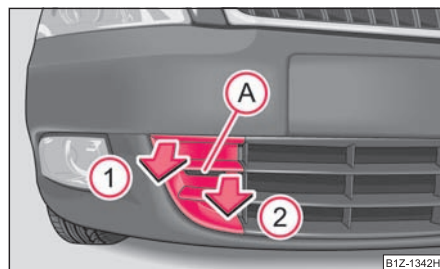
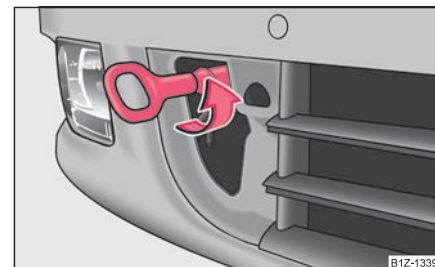

Fig. 231 Paragolpes delantero: rejilla protectora
Fig. 232 Paragolpes delantero: montaje de la argolla de remolque
- Introducir los dedos en el orificio (A) ⇒ fig. 231.
- Tirando en sentido de la flecha ① se suelta la cubierta primero por la parte superior en el lateral del faro antiniebla.
- Soltar después la cubierta en sentido de la flecha ② también por el otro lado y retirarla.
- Enroscar la argolla de remolque a mano hacia la izquierda hasta el tope ⇒ fig. 232 y apretarla con la llave de rueda* (insertar la llave de rueda * a través de la argolla).
- Enroscar la argolla de remolque a mano hacia la izquierda hasta el tope ⇒ página 261, fig. 232 y apretarla con la llave de rueda* (insertar la llave de rueda * a través de la argolla).